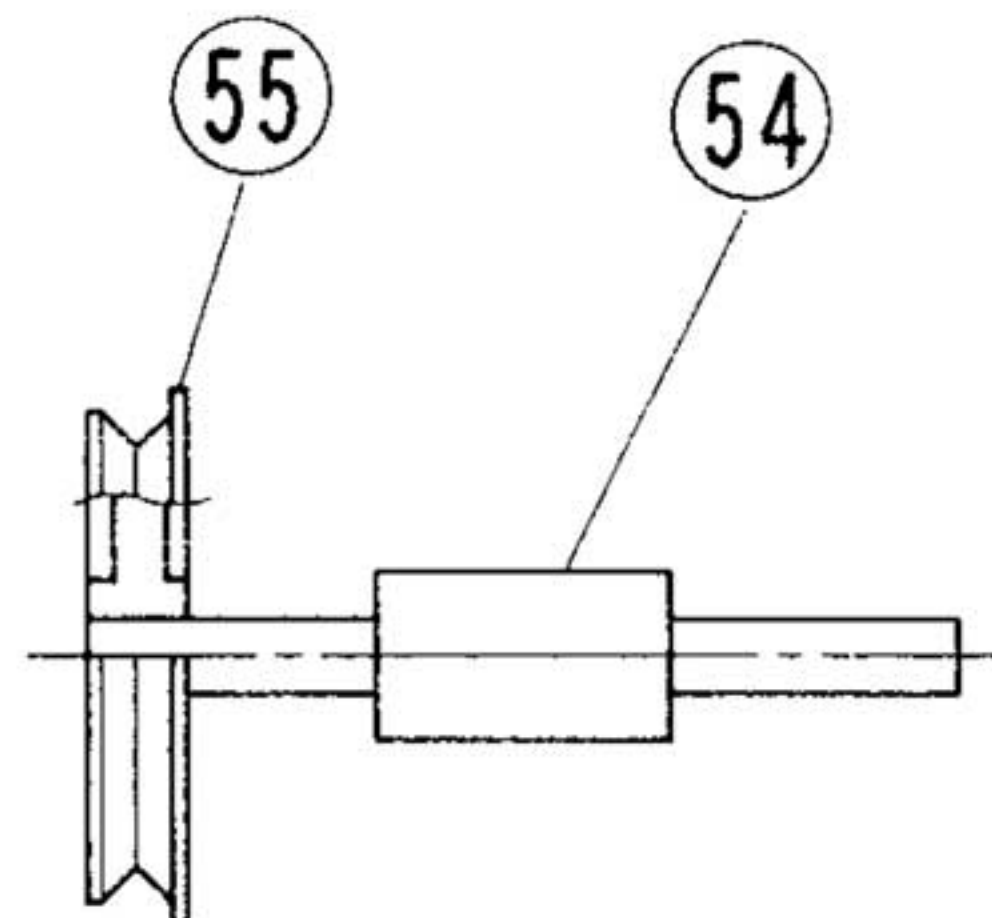

Figure 15
1. Worm gear (54) Assy
Pressing insert the Pulley (55) to the Worm Gear (54) so that the left end of the worm gear will be on the same level as the face of the smaller circle in the pulley (Fig. 15).
1. ウォームギヤー(54) assy
プーリー(55)をウォームギヤー(54)に取り付け、ウォームギヤーの軸の左端側面とプーリーの外径の小さい側の面を合わせる。(図15)